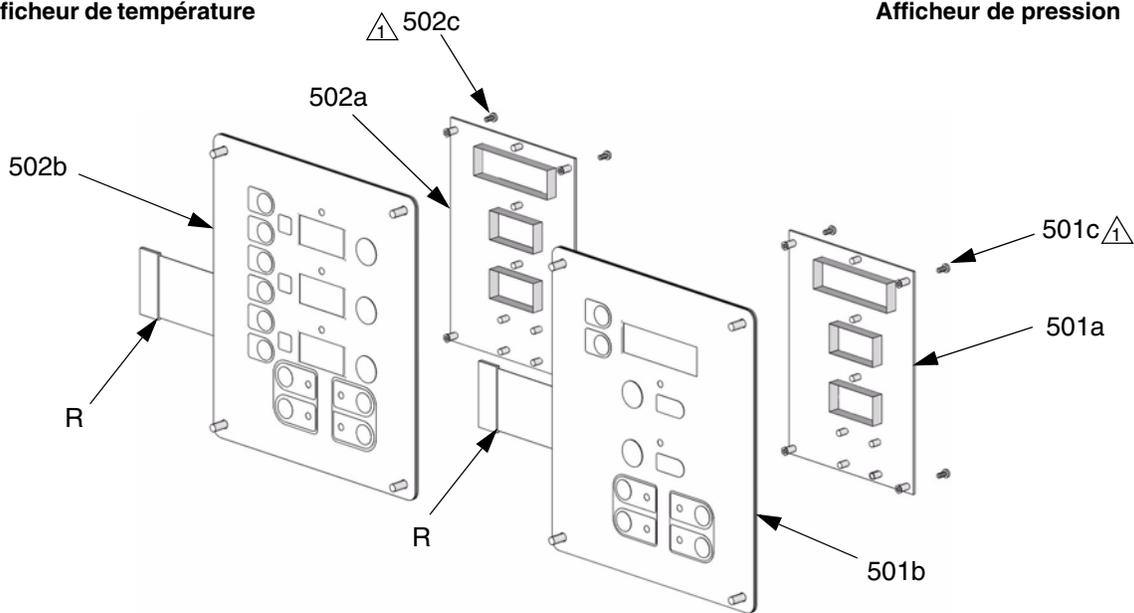

FIG. 13. Module d'affichage
5. Débrancher le câble de l'afficheur principal (20) au niveau du coin inférieur gauche du module d'affichage, voir FIG. 13.
6. Déposer les vis (509, 510) et le couvercle (504), voir FIG. 13.
7. Débrancher les connecteurs de câble (506 et 511) à l'arrière de l'afficheur de température (501) ou de l'afficheur de pression (502) ; voir FIG. 13.
8. Débrancher le(s) câble(s) plat(s) (R) sur l'arrière de l'afficheur ; voir FIG. 13.
9. Enlever les écrous (508) et le panneau (505).
10. Démontez l'afficheur ; pour plus de détails voir FIG. 13.
12. Remonter dans l'ordre inverse, voir FIG. 13. Mettre de la colle à filetage moyenne force là où c'est indiqué. Vérifier si le fil de terre (G) est bien fixé entre le passe-câble et le couvercle (504) par la vis (512).
5. Enlever les vis (509, 510) et le couvercle (504), FIG. 13.
6. Débrancher les connecteurs du câble du bouton (506) à l'arrière des afficheurs de température (501) et de pression (502).
7. Démontez le bouton d'arrêt rouge (506).
8. Remonter dans l'ordre inverse. Vérifier si le fil de terre (G) est bien fixé entre le passe-câble et le couvercle (504) par la vis (512).